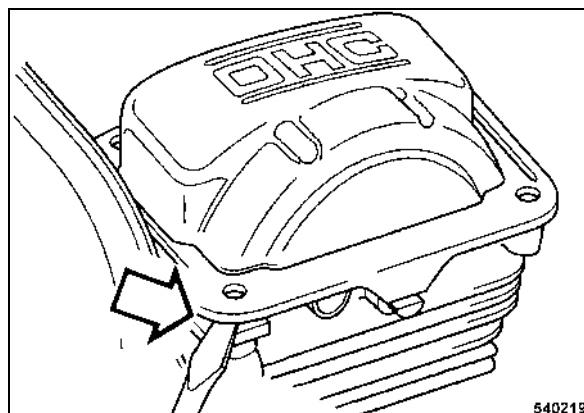

fig. 45
- A l'aide d'un tournevis, prendre prise avec précaution dans l'encoche (fig. 45) du cache-culbuteur.